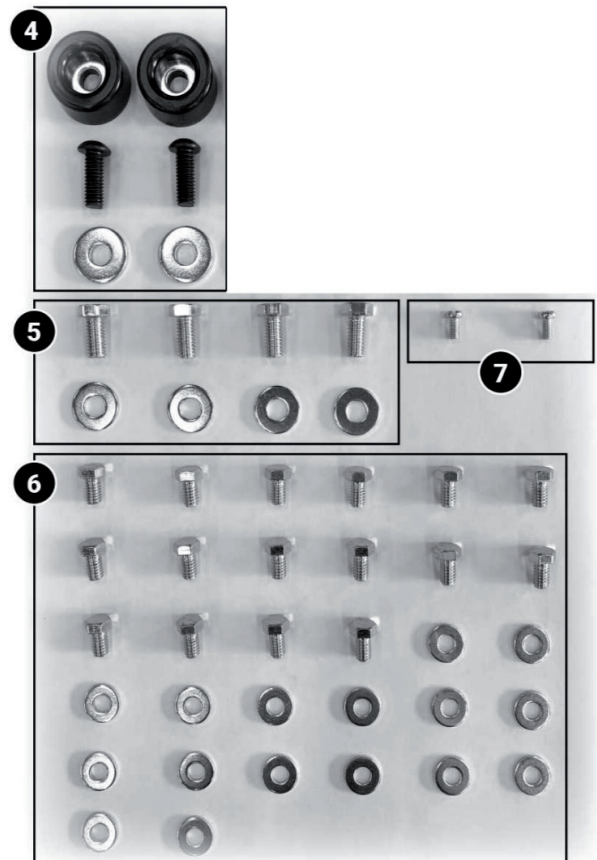

Abb. 26
Abb. 26: Liste der Teile des Untergestells für Revo 1216 Drechselbank. (1) Einstellbare Teile des Untergestells. (2) Bein des Untergestells. (3) Werkzeug-Ablagefach. (4) Gummifüße, Schrauben und Unterlegscheiben. (5) Schrauben und Unterlegscheiben für Befestigung der Drechselbank. (6) Schrauben und Unterlegscheiben für die Montage. (7) Schrauben für Höheneinstellung.